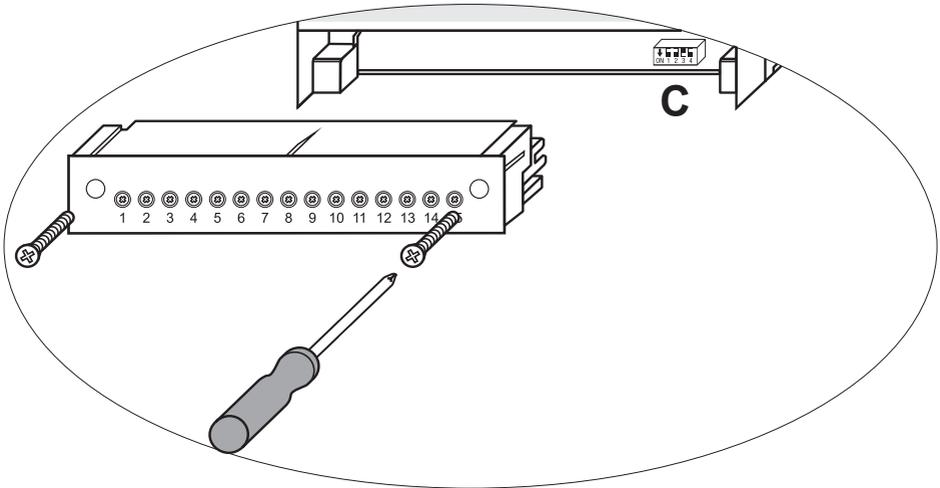

Fig. 12
- Tira de terminales inferior: Afloje los tornillos de fijación izquierdo y derecho. Fig. 12